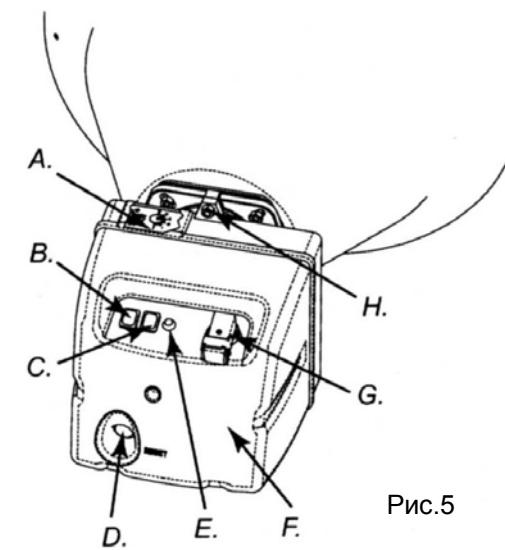
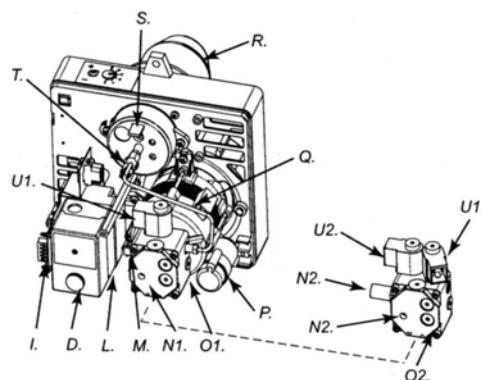

Рис.5
Рис.6
Установите выключатель (B рис.5) в положение ON(I). Начнется предвентиляция, которая продлится приблизительно 10 секунд, затем начнется горение.
**Внимание:** перед включением обогревателя, убедитесь, что выключатель (C рис.5) в положении (OFF)
Установите выключатель (B рис.5) в положение ON(I). Начнется предвентиляция, которая продлится приблизительно 10 секунд, затем начнется горение. Для достижения максимальной мощности установите выключатель (C рис.5) в положение (ON)
Перед стартом устройства или после того, как топливопровод полностью опустеет, подача топлива к форсунке будет недостаточной и сработает предохранитель, который контролирует пламя (см. раздел «Предохранительный механизм (предохранитель)», при этом генератор перестанет работать. В этом случае подождите приблизительно 1 минуту, нажмите кнопку Reset (D рис.5 и 6) и запустите генератор.
- 2) Нажмите кнопку Reset (D рис.5 и 6)
Поверните выключатель (B рис.5) на позицию OFF (O) или выключите терmostат или устройство контроля (Таймер), если они подключены.
Генератор оснащен предохранительным устройством (L рис.6), которое контролирует пламя. Если во время работы генератора появятся одна или больше неисправности (отклонения), механизм заблокирует горелку и загорится кнопка Reset (D рис.5 или 6).
- Отделите кессон горелки (F рис.5), чтобы получить доступ к насосу горелки (O1, O2 рис.6)
- Выкрутите винт (H рис.5), который крепит горелку (A рис.3) к камере сгорания;